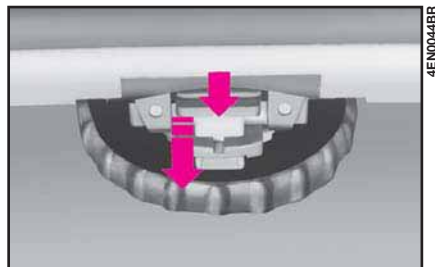
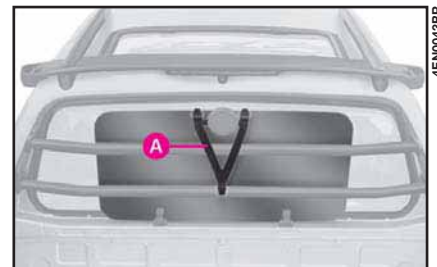

fig. 62
fig. 63
– rilasciare il fermo di colore rosso **fig. 62**, esercitando una leggera pressione sullo stesso secondo quanto indicato (tale operazione dovrà essere eseguita utilizzando l'estremità del cacciavite presente nella borsa degli attrezzi, posta sotto il sedile del passeggero);
– inserire il vetro del tetto apribile utilizzando la ghiera di basculamento posta in prossimità del vano bagagli nello spazio esistente tra il vetro posteriore e la rete di protezione, farlo quindi scorrere tra le due guide previste **fig. 63**;
– fissare il vetro del tetto apribile alla rete di protezione tramite la cinghia di gomma **A-fig. 63** (presente nella borsa degli attrezzi), come indicato;
Per rimontare il vetro del tetto apribile, invertire l'ordine della procedura di rimozione ed incastrare il vetro sia nella sede anteriore che nel fermo **fig. 62**. Esercitare una leggera pressione sulla parte posteriore del vetro, fino ad avvertire lo scatto di bloccaggio; successivamente ruotare 2 volte la ghiera **fig. 63** (in senso contrario a quello di apertura del vetro).